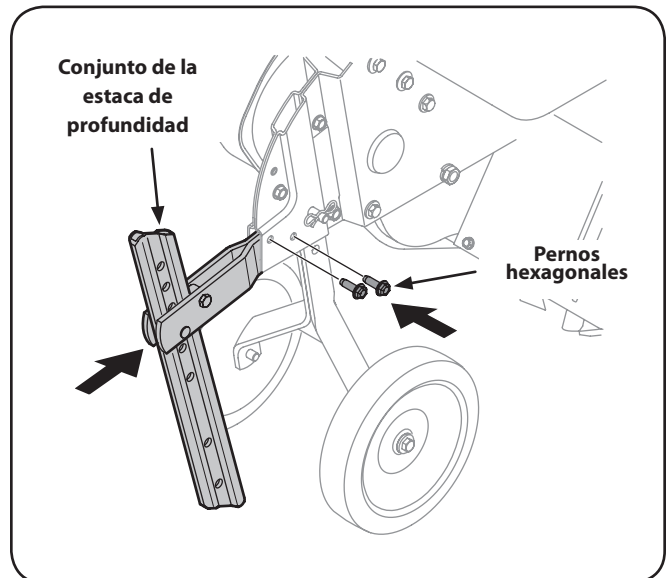

Figura 3-6
2. Inserte el conjunto de la estaca de profundidad dentro del bastidor y reinstale los dos pernos hexagonales que quitó en el Paso 1. Ajuste los pernos hexagonales firmemente. Consulte la Figura 3-6.